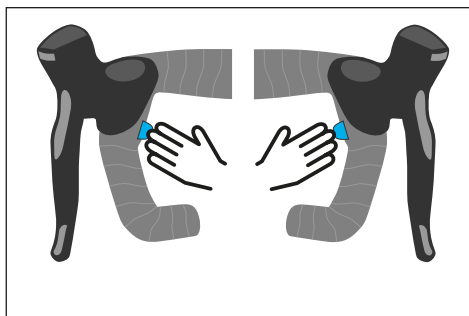

Fig. 4: Sélection du mode d'assistance avec la HPR Single Button Remote
- En appuyant **brièvement** sur le bouton droit de la HPR Single Button Remote (voir Fig. 4) ou sur le bouton optionnel d'un circuit électronique (voir « 3.8.2 Changement de vitesse » & « 3.8.3 Autonomie »), vous augmentez le mode d'assistance.
- Une **courte** pression sur le bouton gauche de la HPR Single Button Remote (voir Fig. 4) ou sur le bouton optionnel d'un circuit électronique (voir « 3.8.2 Changement de vitesse » & « 3.8.3 Autonomie »), vous diminuez le mode d'assistance.